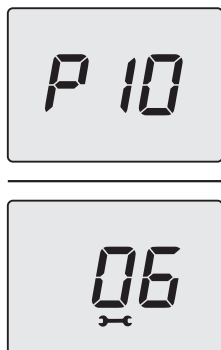

Figura 5.49
- Premere per 1 sec. il tasto 14 (Figura 5.45) per entrare nel parametro selezionato. Il display visualizzerà quanto segue (6=60 secondi) (Figura 5.49).